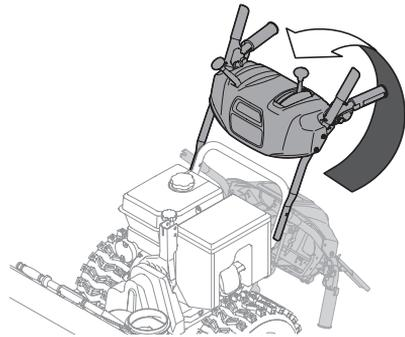

Figure 4
5. Relevez la partie supérieure de la poignée. Voir Figure 4. Retirez les bandes élastiques, s'il y a lieu, et jetez-les. Ils ne servent qu'à des fins d'emballage.